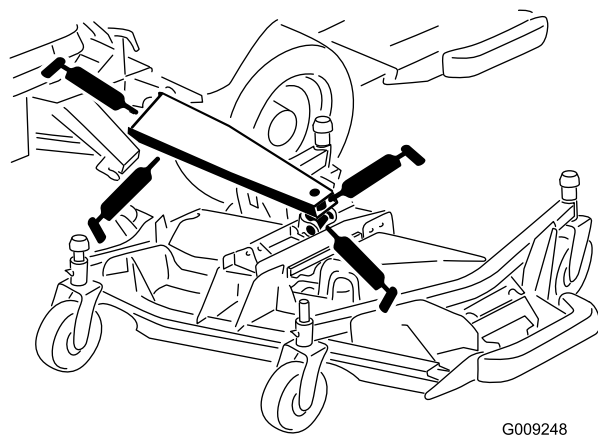

図 55
- メイン昇降アームのブッシュ3ヶ所 図 55
- 昇降シリンダのブッシュ1ヶ所 (図 55)